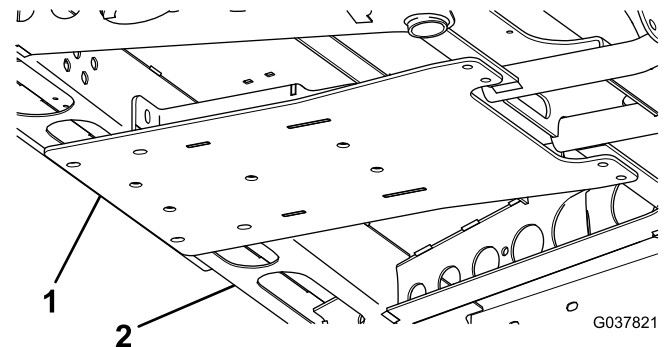

Figura 2
Si su vehículo es modelo 2015 o anterior, empuje la placa de protección del chasis inferior hacia arriba y adelante hasta que haga contacto con la parte trasera del travesaño delantero (Figura 2).
4. Centre la placa de protección del chasis inferior de lado a lado (Figura 2).
5. Marque y haga 10 orificios donde la placa de protección se monta en el bastidor del vehículo (Figura 2).